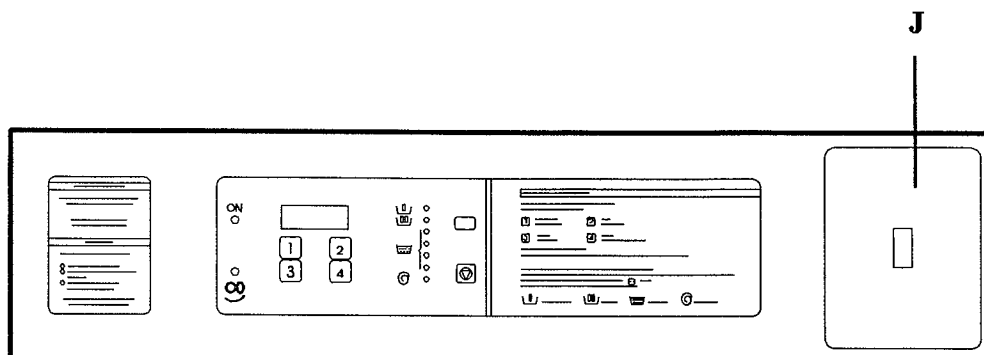

fig. 11
4.8.c. Special application with Start push-button (Refer to fig. 11/J).
4.8.c.- Ejecución especial con pulsador de Marcha (fig. 11/J)
4.8.c.- Fonction spéciale avec bouton-poussoir de Marche (fig. 11/J)